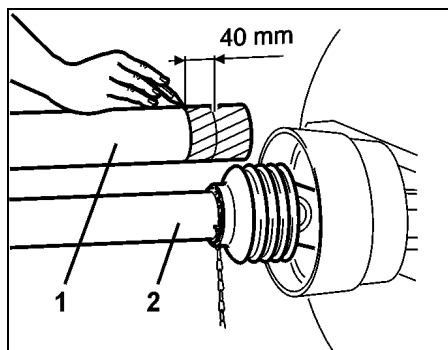

Fig. 21
- Kontrollera längden för kraftöverföringsaxeln (Fig. 21/1) och (Fig. 21/2) både vid upplyft och nedsänkt centrifugalspridare, genom att hålla axelhalvorna intill varandra.